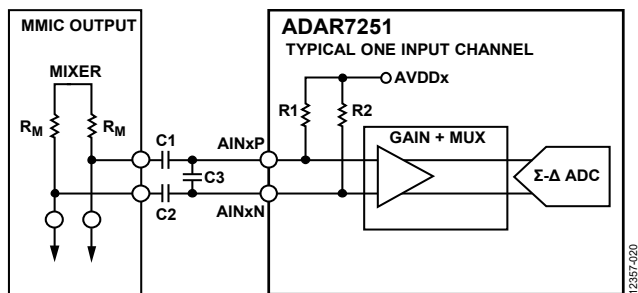

図 29. 一般的な差動入力チャンネルの構成
ADAR7251 のメインの ADC 入力チャンネルは、LNA、PGA、連続時間 $\Sigma\Delta$ ADC、および LNA の入力においてコモンモード電圧を設定する内部バイアス抵抗から構成されています。PGA には低振幅、高周波数の信号を増幅するイコライザ (EQ) が含まれています。一般に車載レーダーでは、ADAR7251 のアナログ入力にはミキサー出力に直接接続されます (図 29 参照)。外付けフィルタの追加が必要な場合には C1、C2、および C3 キャパシタが利用できます。これらのキャパシタは、R1、R2、およびミキサー出力のインピーダンスと共に、ADC への入力から直流成分と高周波ノイズを除去する外部フィルタを構成します。
ここで $R1=R2$ (代表値) は 2.86k Ω 、 $C2=C1$ です (図 29 参照)。